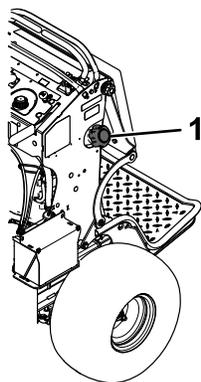

Figura 58
3. Limpe a zona em redor da tampa do depósito de combustível para impedir a entrada de detritos no depósito de combustível (Figura 58).